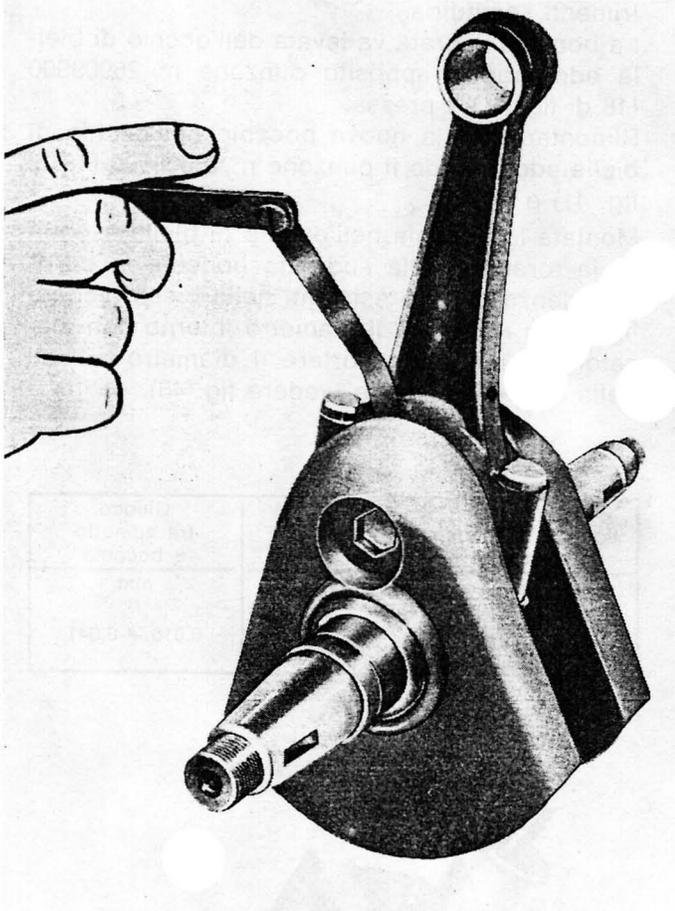

Fig. 46
- che il giuoco fra i rasamenti della biella e quelli dell'albero motore sia di $\text{mm. } 0,175 \div 0,222$ (vedere fig. 46);